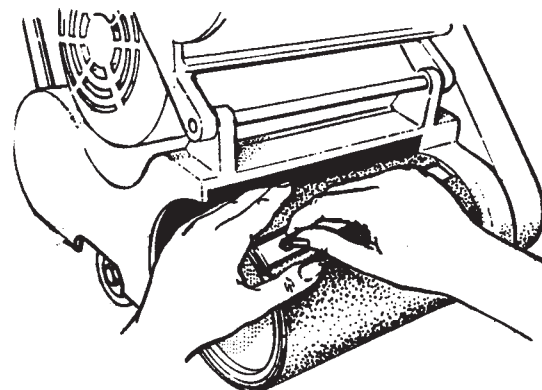

Figura 8
6. Para instalar el abrasivo sobre el tambor de lijado equipado con abrazadera de papel: afloje los tornillos de la abrazadera de papel con una moneda. No retire los tornillos ni la abrazadera del tambor de lijado. Inserte un borde del abrasivo debajo de la abrazadera de papel. Rote el tambor de lijado para envolver el abrasivo alrededor del tambor. Inserte otro borde del abrasivo debajo de la abrazadera de papel. Centre el abrasivo y ajuste cualquier holgura del abrasivo. Ajuste los tornillos en la abrazadera de papel. Cierre la cubierta del tambor. Consulte la figura 8. Para instalar el abrasivo sobre el tambor de lijado equipado para el abrasivo de manguito: deslice el abrasivo sobre el tambor, centre el abrasivo, y cierre la cubierta del tambor.